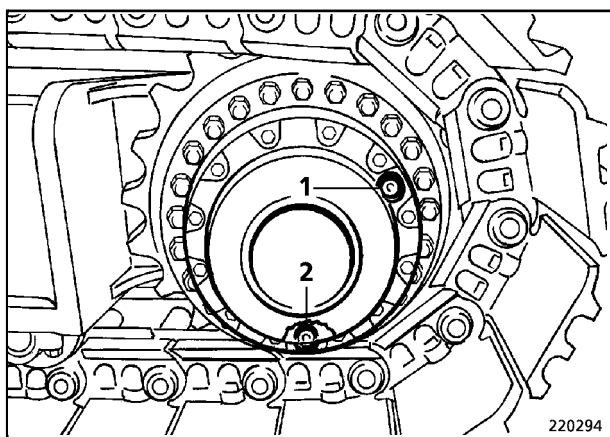

Fig. 1
- Estacionar la máquina de tal forma que el engranaje de desplazamiento se encuentre en la posición mostrada (Fig. 1).
- Desenroscar el tornillo de purga de aceite (2), el aceite saldrá.
- Llenar aceite para engranajes fresco por el taladro del tornillo de control (1). El nivel del aceite debe alcanzar el borde inferior del taladro. (cantidades de relleno y calidad de aceite: véase los capítulos "Cantidades de relleno para cambios de aceite" y "LUBRICANTES").